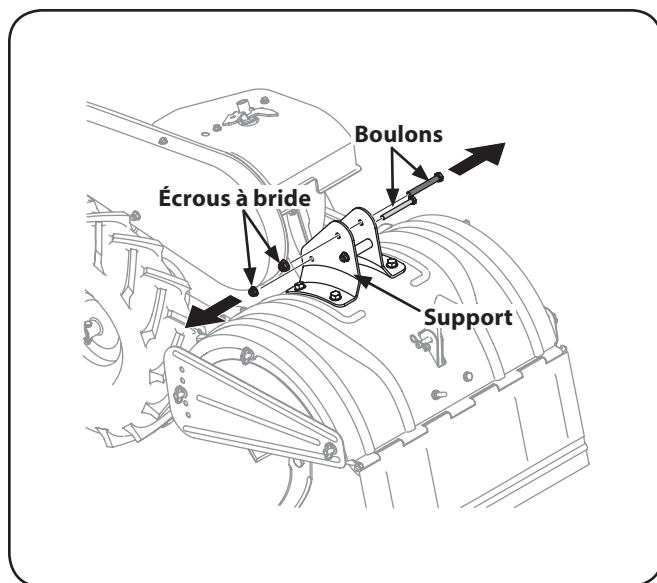

Figure 3-2
1. Retirez les deux boulons hexagonaux et les écrous autobloquants à bride supérieurs des supports de montage. N'enlevez pas le boulon hexagonal et l'écrou autobloquant à bride inférieurs. Voir Figure 3-2.